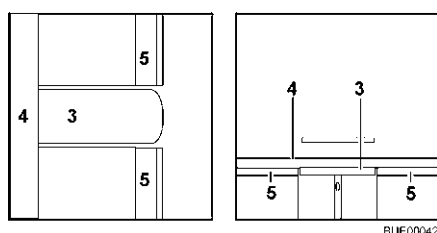

Fig. 95 Pendant la transformation
- Rabattre la paroi (Fig. 95,4).
- Poser la table (Fig. 95,3) sur les bords du cadre de la banquette.